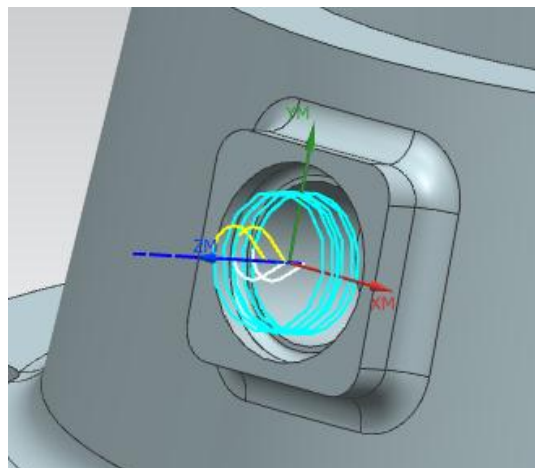

Рисунок 59 Траектория резания
4. Нажмите кнопку «ОК». Нажмите кнопку «Генерировать»  в нижней части окна (рисунок 59).